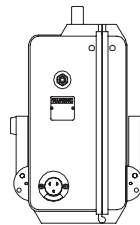

Figure 3
2. Pour ouvrir la boîte et effectuer des réglages, appuyer sur les goupilles de déverrouillage et placer les pattes à la position illustrée à la figure 3, si elles ne sont pas déjà à cette position.